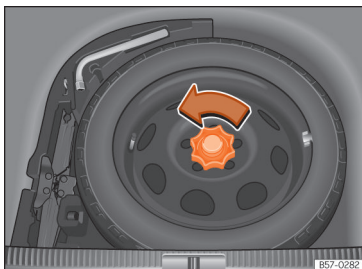

Abb. 311 Notrad: hochgeklappter Ladeboden
- Drehen Sie das Rädchen entgegen dem Uhrzeigersinn heraus »» **Abb. 311**.